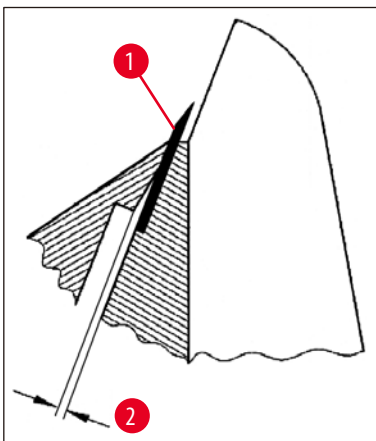

Рис. 37
- Отрегулируйте прижимную пластину (→ Рис. 36-4) винтом (→ Рис. 36-2) так, чтобы давление на лезвие оказывала только ее верхняя кромка. Должен иметься заметный зазор (→ Рис. 37). Для регулировки требуется маленькая отвертка (примерно 3,0 x 70).